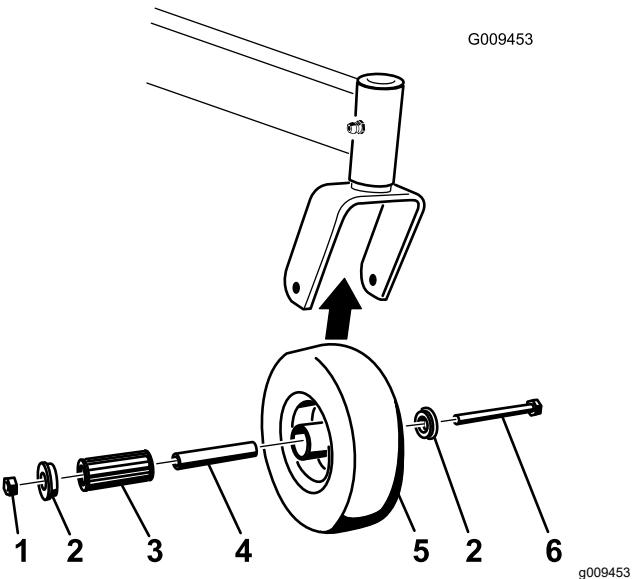

Figura 57
1. Retire a porca de bloqueio e o parafuso da roda que fixam a roda ao respetivo suporte (Figura 57).
- 2. Retire 1 casquilho, em seguida, puxe o casquilho da vara de ligação e o rolamento de rolo para fora do cubo da roda (Figura 57).
- 3. Retire o outro casquilho do cubo da roda e limpe qualquer massa lubrificante e sujidade do cubo da roda (Figura 57).
Nota: Substitua todas as peças danificadas ou desgastadas (Figura 57).
- 5. Coloque 1 casquilho no interior do cubo da roda (Figura 57).
- 6. Lubrifique o casquilho do rolamento e o casquilho da vara de ligação e faça-os deslizar para o interior do cubo da roda (Figura 57).
7. Coloque o segundo casquilho no interior do cubo da roda (Figura 57).
8. Monte a roda giratória na forquilha da roda giratória e fixe-a com o parafuso da roda e a porca de freio (Figura 57).
9. Aperte a porca de freio até que o casquilho da vara de ligação encoste ao interior da forquilha da roda (Figura 57).